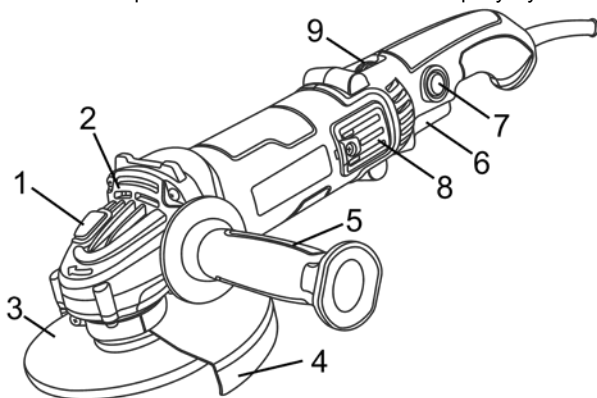
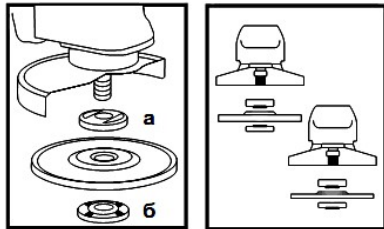

Рисунок 1
Рисунок 2
4.2 Міцно встановіть передню рукоятку (5, рисунок 1) у відповідний різьбовий отвір.
4.3 Встановіть захисний кожух (4, рисунок 1) у потрібне положення, залежно від виду роботи та диска, що використовується.
4.4 Встановіть на виріб шліфувальний або відрізний диск. Для цього натисніть на кнопку блокування шпинделя (1, рисунок 1) і поверніть його до такого положення, при якому він заблокується. За допомогою фланцевого ключа з комплекту постачання, відверніть і зніміть затискну гайку (б, рисунок 2). Встановіть шліфувальний диск на посадкове місце фланцевої шайби (а, рисунок 2), наживіть рукою затискну гайку на шпиндель і затягніть її ключем з комплекту постачання. Відпустіть кнопку блокування шпинделя і переконайтеся в тому, що вона вивільнена, шляхом дво- або триразового натискання. Проверніть диск і впевніться, що шпиндель розблокований.
При встановленні диска з утопленим центром завжди розміщуйте його випуклою стороною до фланцевої шайби (дивіться рисунок 2).